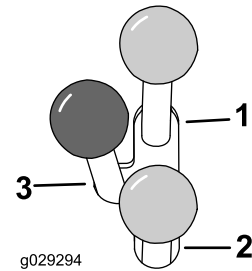

図 13
- 油圧アタッチメントを正転前転させるときは、補助油圧レバーを前へ押します 図 13。
- 油圧アタッチメントを逆転後転させるときは、補助油圧レバーを後へ押します 図 13。
注 前進位置や後退位置でレバーから手を離すと、レバーは自動的にニュートラル位置に戻ります 図 13。